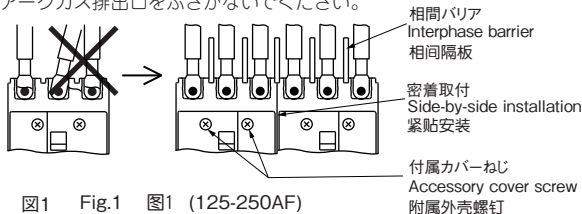

図1 Fig.1 图1 (125-250AF)
- 接続電線、圧着端子や導体は、各極が並行となるように取付けてください。(図1)
- 相間バリアが付属しておりますので、電源、負荷側相間に取り付けてください。また125-250AFのブレーカを密着取付けする場合は、ブレーカ間に相間バリアを取付けてください。相間バリアが無い場合は、圧着端子や導体の裸露電部に絶縁キャップやテピングなどにより絶縁を施すか、または端子カバー(別売品)を取付けてください。(図1)
- Each connecting wire or crimp terminal, conductor pole should be connected in parallel as shown in the Fig.1.
- Fit the attached interphase barriers between phases on the line and the load side. When mounting 125-250AF breakers side by side, fit the interphase barriers between breakers as shown in the Fig.1.
- 请对连接电线、压接端子和导电部件进行平行安装。(图1)
- 因为附带了相間隔板，请将电源、负荷側相間安装。此外，当紧贴安装125-250AF的断路器时，请在断路器之间安装相間隔板。当没有相間隔板时，请在压接端子或导电部件的裸露电部利用绝缘罩或胶带等进行绝缘，或者安装端子罩(另卖品)。(图1)